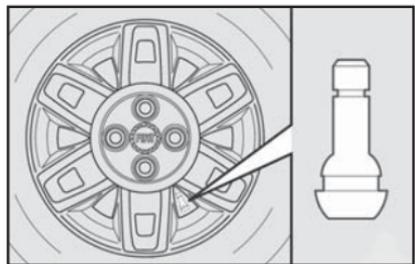

fig. 12
9) Apertar apenas um dos parafusos **fig. 12**, em correspondência com a válvula de enchimento.